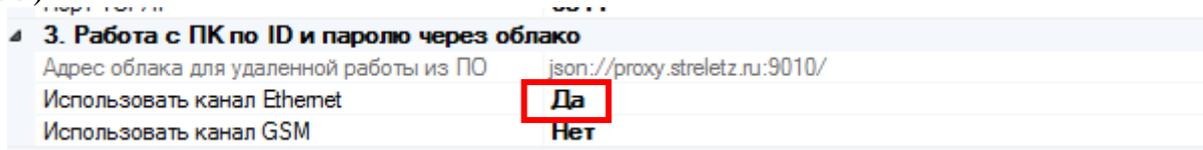

Рисунок 6.35
- Необходимо включить для прибора режим работы по ID (Рисунок 6.35).